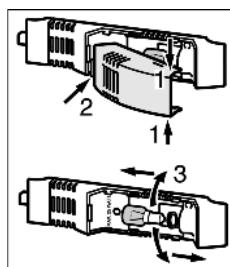

Fig. 11
- ▶ Возьмитесь за крышку лампы сверху и снизу Fig. 11 (1).
- ▶ Выведите крышку лампы сзади из зацепления и снимите Fig. 11 (2).
- ▶ Заменить лампу Fig. 11 (3).